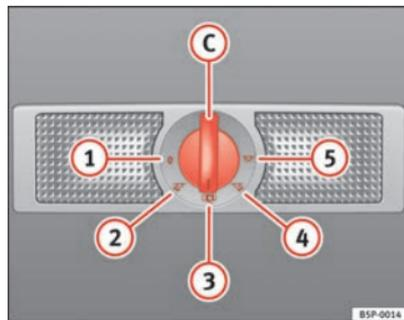

Abb. 81 Dachhimmel:
Mit dem Schalter ⇒ Abb. 81 C können Sie folgende Positionen wählen:
In der Schalterstellung ⇒ Abb. 81 ① sind die Innen- und Leseleuchten ausgeschaltet.